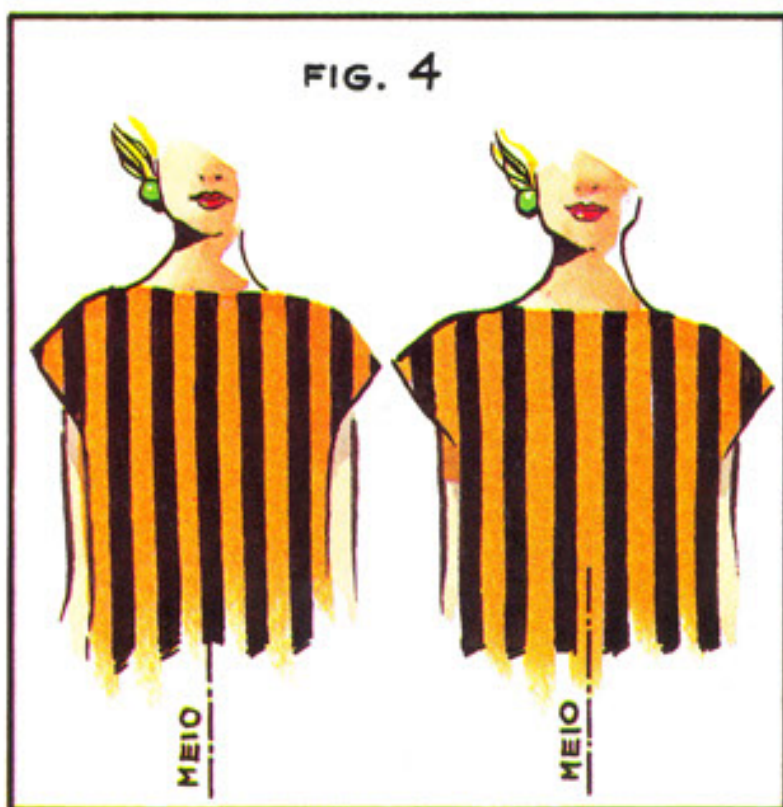

FIG. 4
5. Quando a roupa for cortada com as listras no sentido vertical, o seu aspecto parecerá mais escuro se uma listra escura coincidir exatamente com o meio da peça, e mais claro, se uma listra clara ocupar o meio exato (fig. 4). É tudo uma questão de ótica.